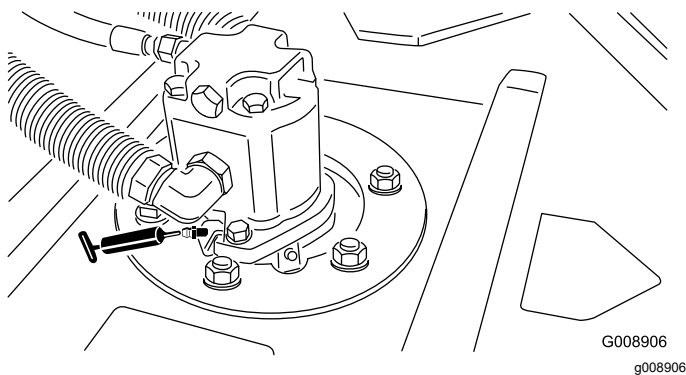

図 45
- カuttingユニットのスピンドルシャフトのベアリングユニットあたり2ヶ所 図 45